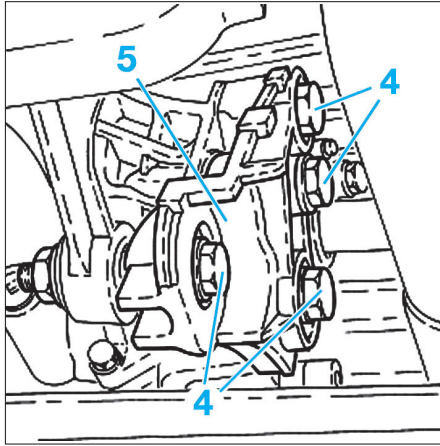

Fig. 13
- les vis de fixation (4) (Fig.13).
- le support (5) de la biellette anticouple (côté boîte de vitesses),